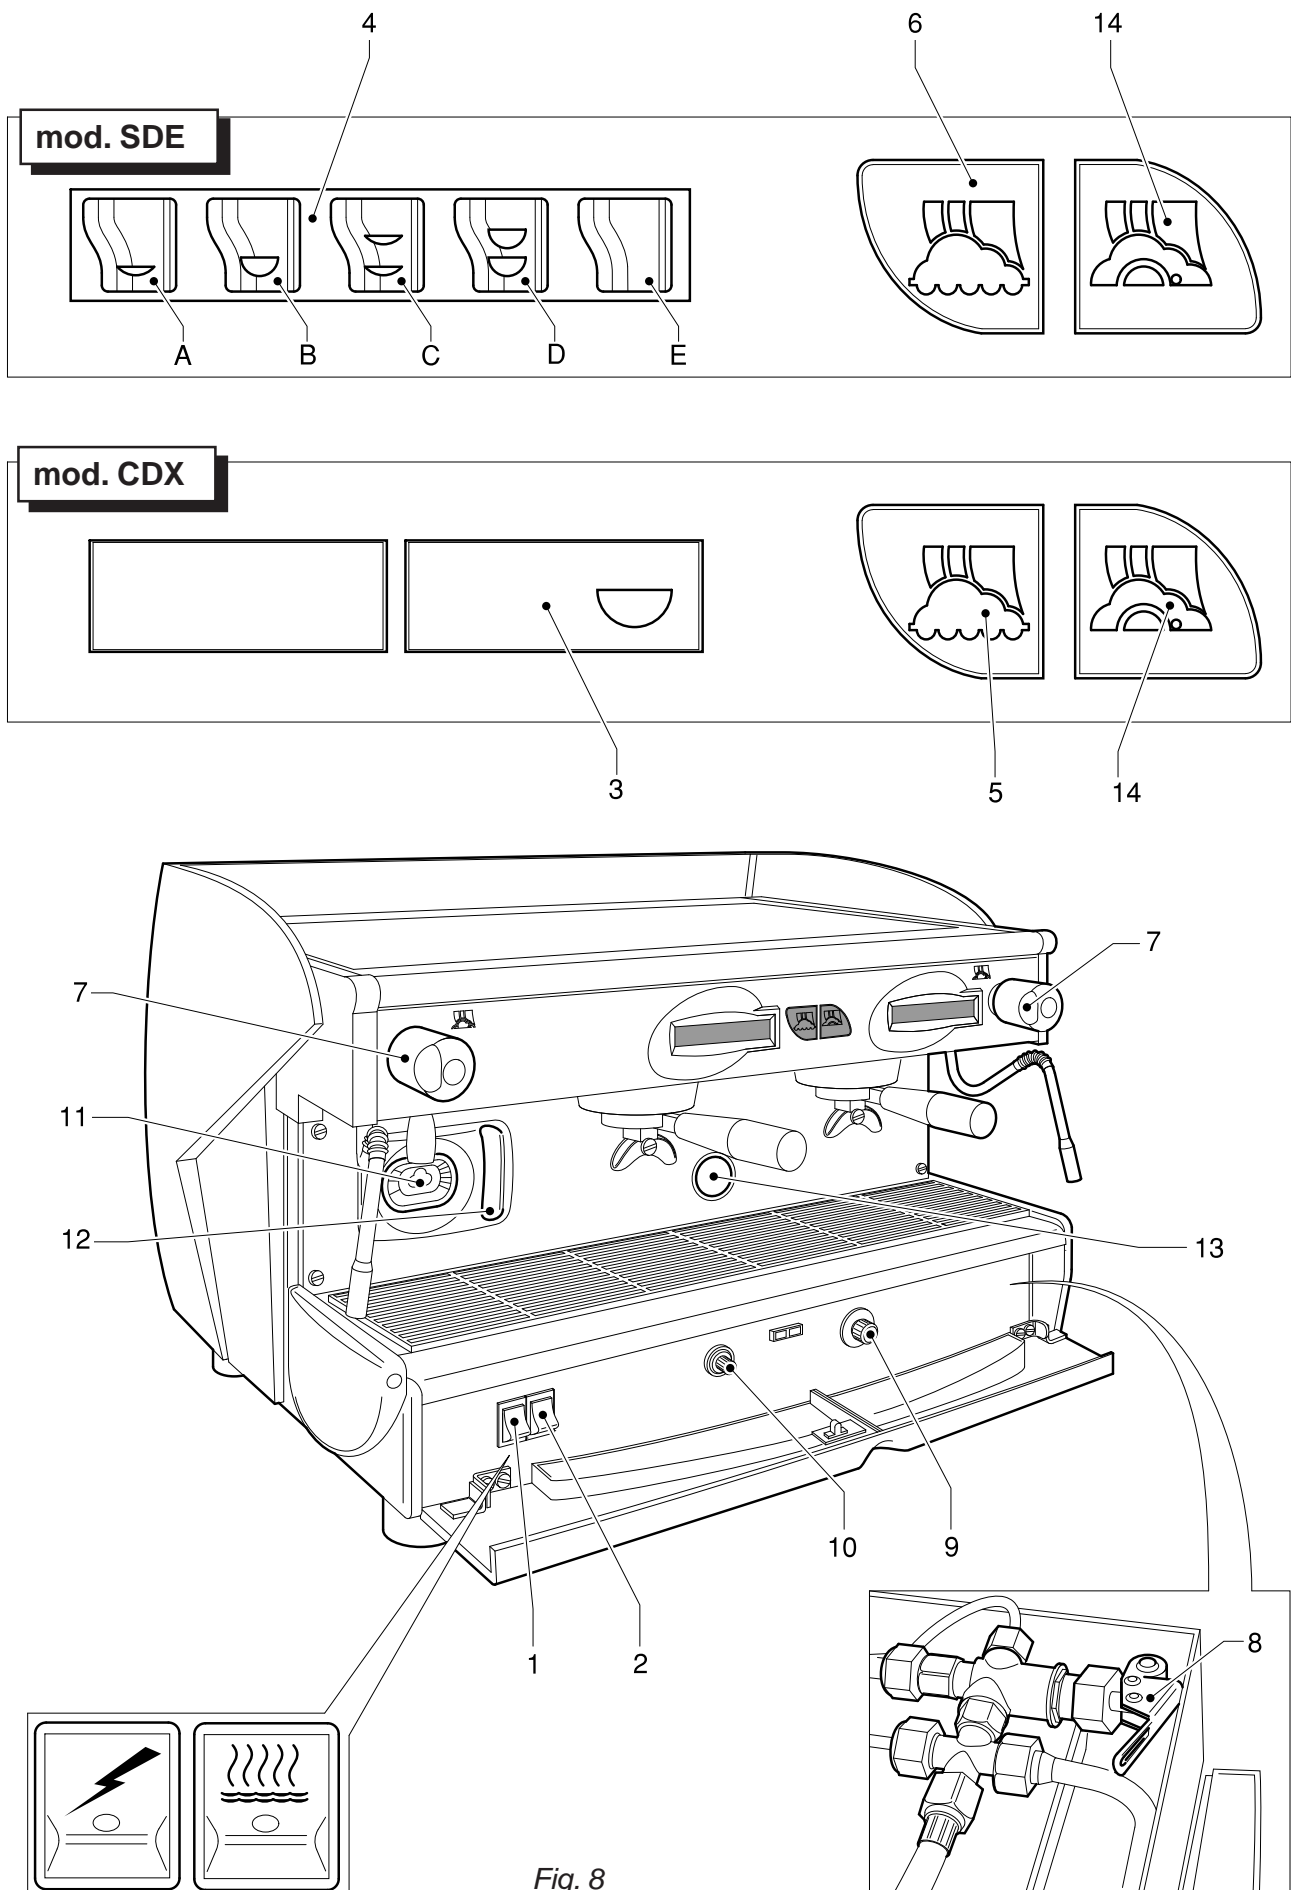

Fig. 8
### 7.1. Comandi Fig.8
## 7.2. Strumenti di controllo (Fig.8)
### Modelli con gas (Fig.8)
- Posizionare le tazze sotto i beccucci erogatori, avviare l'erogazione con il comando 3 o la tastiera 4 secondo il modello (Fig.8).
- Aprire gradualmente il rubinetto vapore 7 (Fig.8); il vapore gorgogliando nel liquido, gli cede calore portandolo fino alla temperatura desiderata.
- Posizionare sotto la lancia di erogazione acqua calda il contenitore, quindi attivare il comando di erogazione secondo il modello (Fig.8). Raggiunta la quantità desiderata, spegnere l'interruttore.
- Tenere premuto il comando di erogazione 4-E (Fig.8) per almeno quattro secondi poi rilasciare il pulsante; la macchina eroga in continuo acqua.